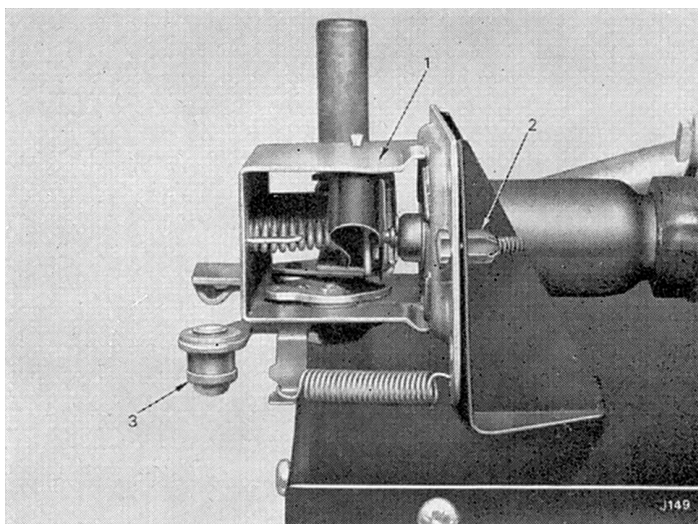
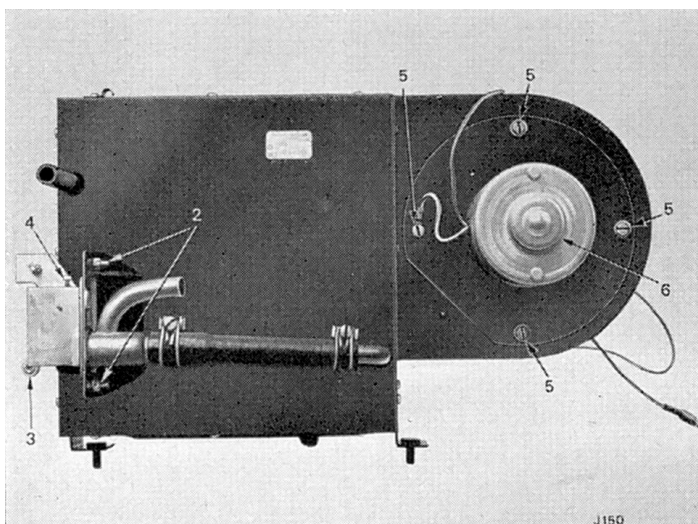

Fig. 126. Robinet d'eau (Gallay)
Fig. 127. Appareil de chauffage (Delaney Gallay)
Dépose (Fig. 126)
La vis de réglage de coupure du chauffage (4) (Fig. 127) sur le robinet d'eau est pré-réglée par le fabricant avant la livraison. Si un réglage est nécessaire, procéder comme suit :
Déconnecter du robinet d'eau le câble de contrôle du chauffage et déplacer le levier (3) (Fig. 126) à fond dans le sens des aiguilles d'une montre. Visser la vis de réglage (4) (Fig. 127) jusqu'en butée. Reconnecter le câble de commande de chauffage et serrer le serre-câble. Vérifier le fonctionnement.
Dépose (Fig. 127)